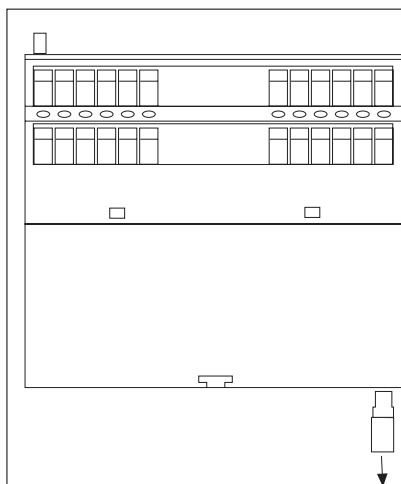

Fig. 2 Abschlussstecker abziehen/
- Ziehen Sie den Abschlussstecker des PNOZ XM1 ab (Fig. 2).
- Pull out the terminator on the PNOZ XM1 (see Fig. 2)
- Retirez la prise de terminaison sur la face arrière du PNOZ XM1 (voir fig. 2).